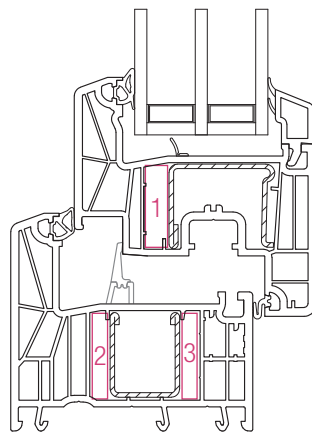

Abb. 2: Beispiel für 3 Vorkammern (zwei Vorkammern im Blendrahmen und eine Vorkammer im Flügel)
- AD 1,1 = 1-3 Vorkammern (mind. eine Vorkammer in Blendrahmen oder Flügel, siehe Abb. 2 bis 4)
- MD 1,0 = 1-3 Vorkammern (mind. eine Vorkammer in Blendrahmen oder Flügel, siehe Abb. 2 bis 4)